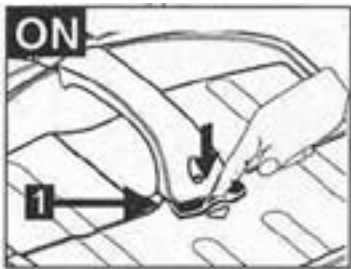

Abb. 9
Stellung Schieber (1) nach unten (Abb. 9).